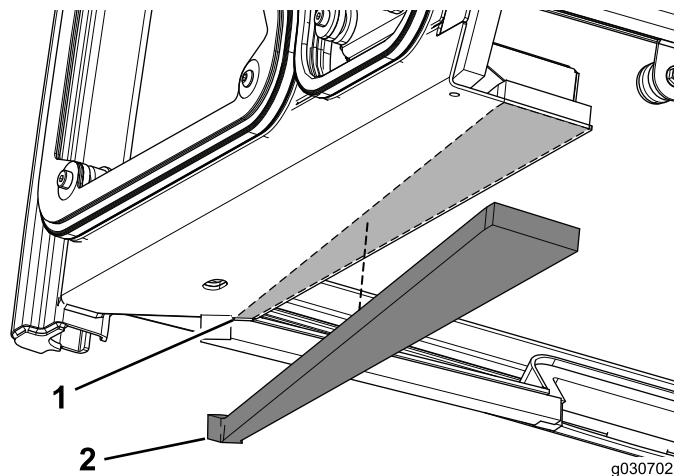

图12
1. 从驾驶室装置左前面的边缘开始约 3mm，粘贴左前侧面泡沫密封条（图12）。